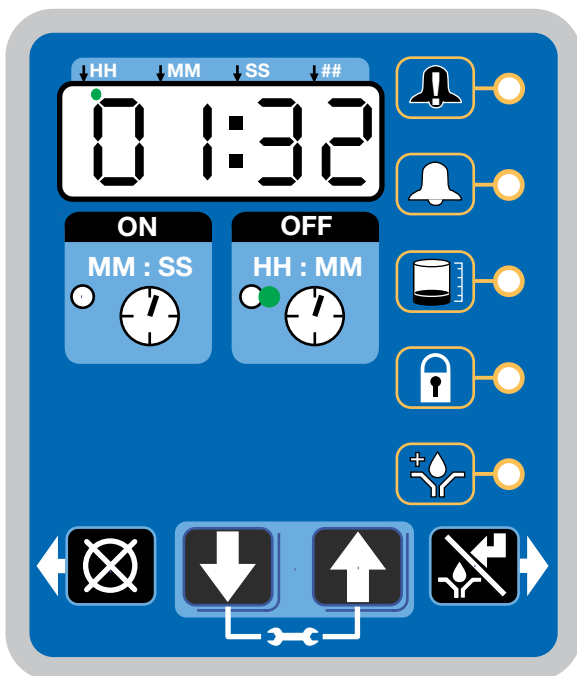

FIG. 32
Une fois la configuration terminée, la G5 commence automatiquement à exécuter la séquence de temps d'arrêt (FIG. 32).
- L'exemple illustré à la FIG. 32 montre un temps d'arrêt de 1 heure et 32 minutes avant le début du cycle de lubrification.
- Quand le compte à rebours du temps de marche arrive à zéro, la pompe s'éteint à nouveau, le système fonctionne à nouveau en cycle de temps d'arrêt et la DEL de temps d'arrêt s'allume de nouveau (FIG. 32).